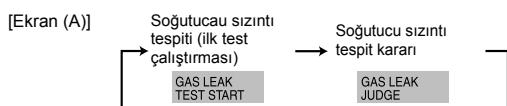

Fig. 8-2
- CLOCK düğmesine basın ve [GAS LEAK TEST START] (GAZ SIZINTI TESTİ-Nİ BAŞLAT) seçeneğini seçin. (Fig. 8-2)